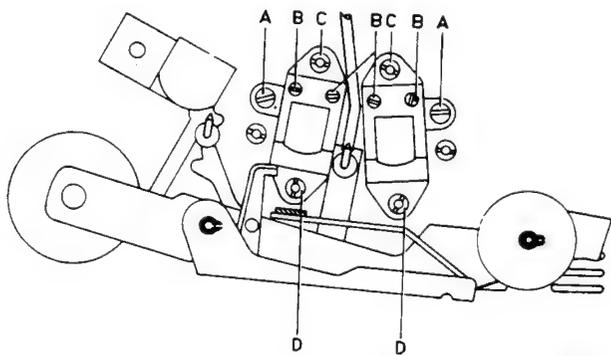

Fig. 12
**Einstellen des Wiedergabe-Kopfes K2/K102, Abb. 12**